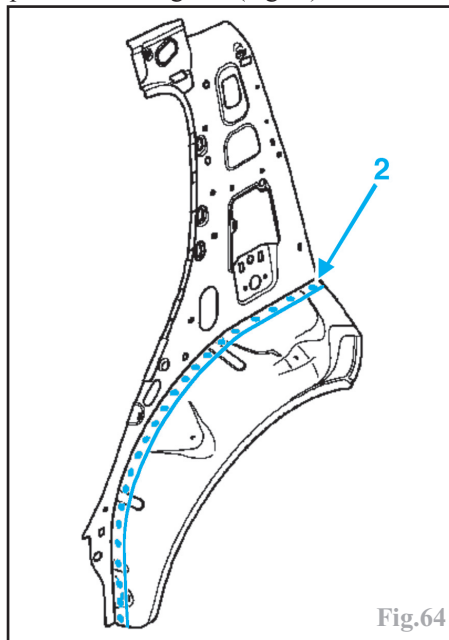

Fig.64
la ligne (2) du dessin matérialise le remplacement partiel et une soudure par soyage rapporté avec des points de bouchonnage par intervalle régulier (Fig.64)